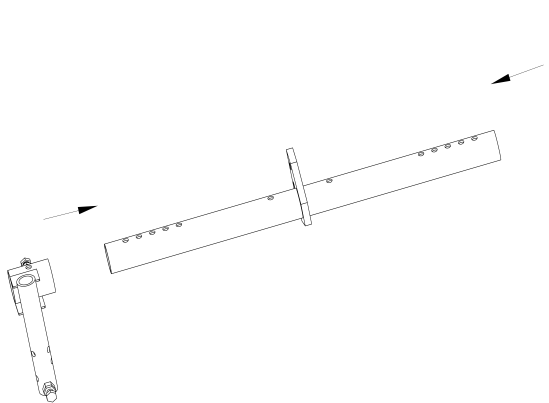

рис.1
- установить кронштейн стойки правый на балку окучника рис.1;